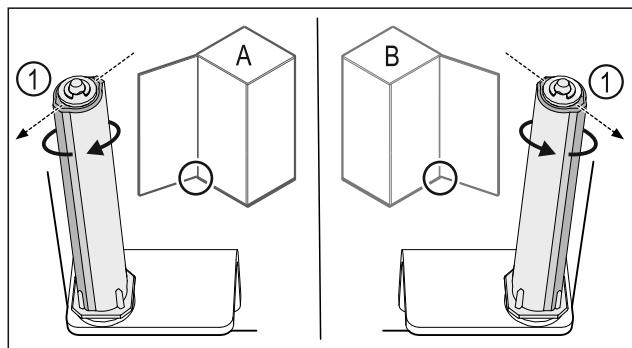

Fig. 37 Ľavý doraz (A)/pravý doraz (B)
- Otáčajte systém zatvárania proti odporu, kým nebude mostík systému zatvárania Fig. 37 (1) ukazovať von.